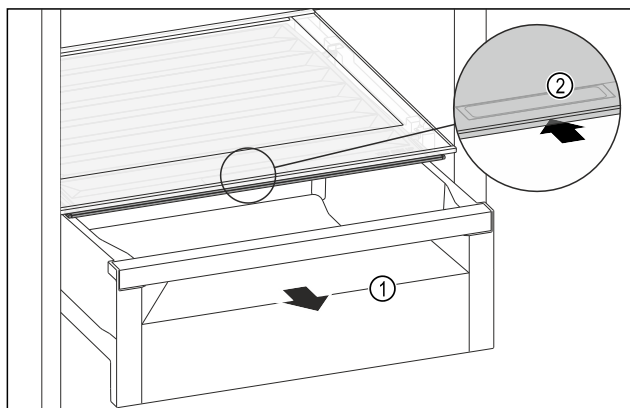

Fig. 125
- ▶ Витягніть висувний ящик Fig. 125 (1).
- ▶ Візьміться за потайну ручку Fig. 125 (2) на кришці відділення й одночасно посуньте кришку відділення назад.